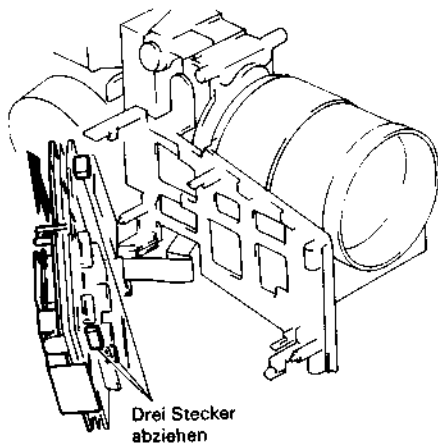

Abb. 2.20 Ausbau der Signalverarbeitungs-Leiterplatte
2. Die drei (3) Stecker (CN1101, CN1103, CN1104) abziehen (siehe Abb. 2.20).